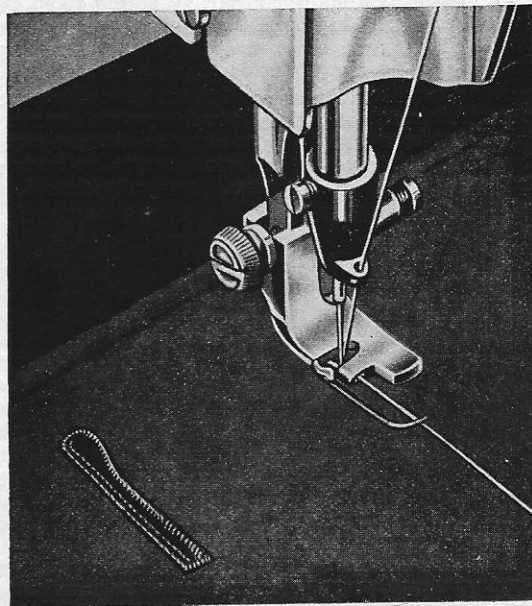
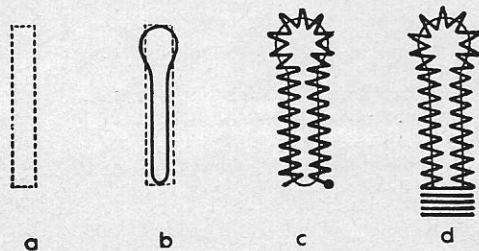

рис. 71
рис. 72
- а) Обшивка намеченной петли левым строчечным стежком при нормальном натяжении (рис. 72 а).
- б) Вырезка петли с закрепками (рис. 72 б) щипцами.
устанавливается упорный винт «Н», потом регулируется ручка «F» на ширину закрепки 4 мм., и ввинчивается упорный винт «J». Надо заправить вкладной шнур в направление швейной лапки (рис. 71) и шить вдоль края вырезанной петли левым упором и зигзажным стежком 1½ мм. (рис. 72с).